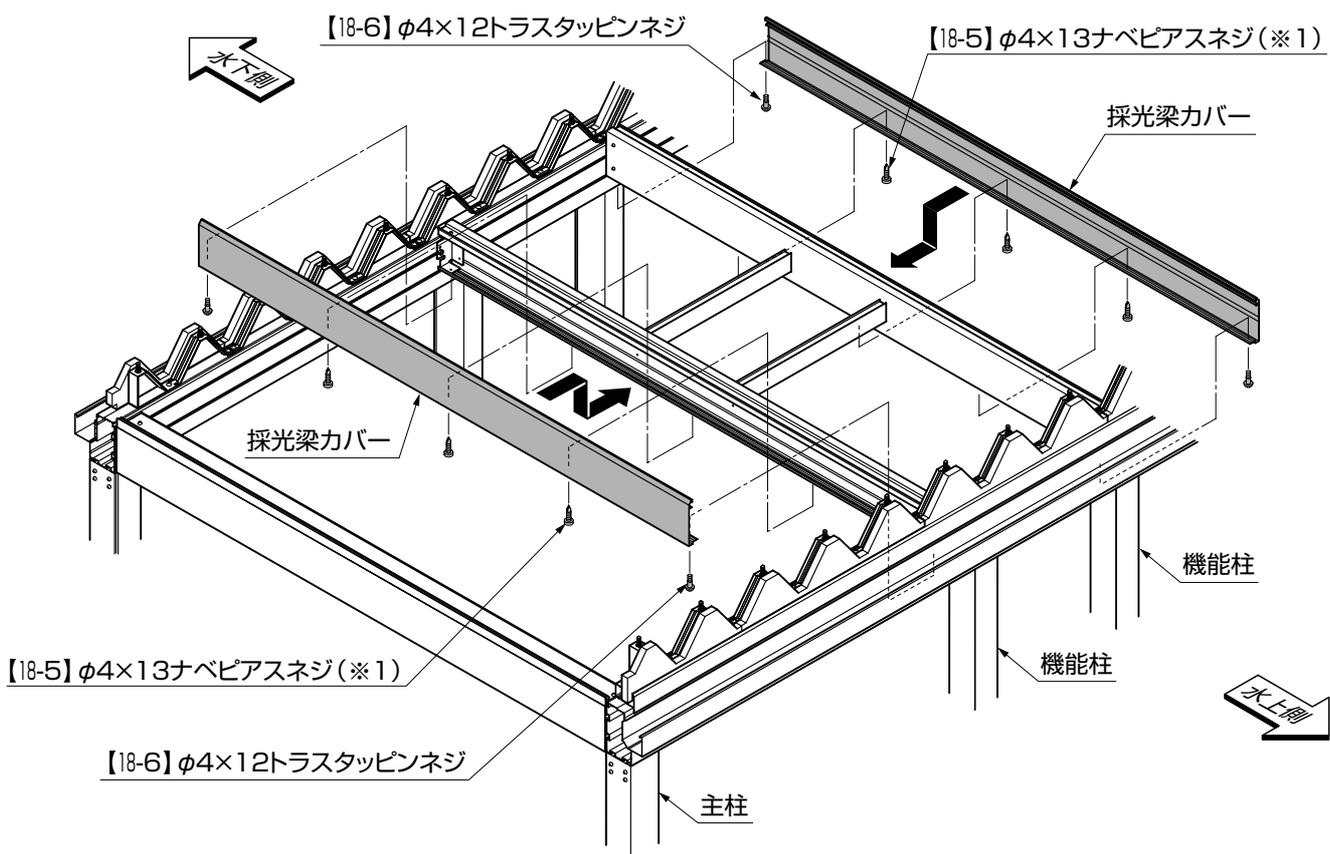

図14-5
- ② 組付けた採光梁の下12ヶ所を【18-5】で組付けてください。(図14-5参照)